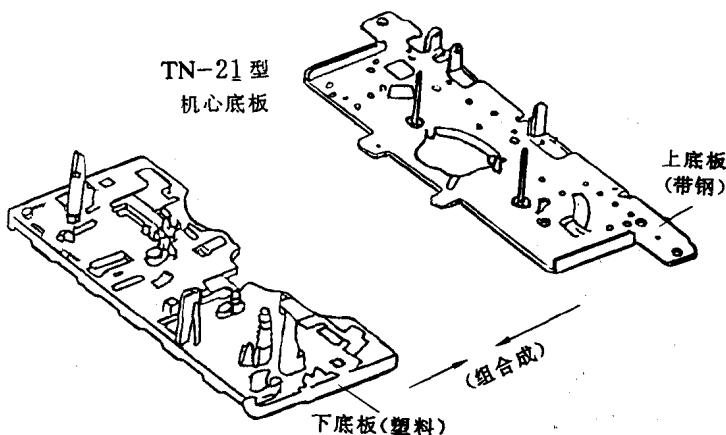

图 1-4
**4. 小型机心底板和组合式底板** 图1-4为目前国内外较流行的TN-21型机心底板，这种机心的底板一半是电镀锌带钢冲裁成形，另一半是用工程塑料冲裁成形，二者拼在一起用螺钉紧固好，就组成了组合式底板。此结构大大简化了模具设计，比全金属底板的重量也相应减轻，底板的钢性较差，对于录音机的安装尺寸要求严格，否则易在联接处发生变形，影响机心性能指标。图1-5为国内外流行的袖珍盒式机心底板（TN-6C型、CDS-16型机心均采用这种底板）。它是用工程塑料注塑成形。其最大特点是供带盘注成光轴，没有供带轮安装孔，而是在底板上注塑一个用作供带盘定位的光轴。微电机可以直接装在底板上的凹槽里；卷带轮组可直接装在与底板一体的卷带盘（座）内。这样既简化了工艺，也节省了机心中的许多部件，符合小型机心体积小、重量轻的特点，布局巧妙，结构紧凑，便于维修拆卸。